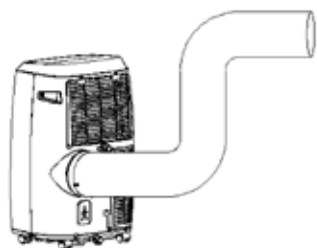

Fig. 6
- Som visas i bild 6, ska avloppsslansens anslutas ordentligt (endast för användning av uppvärmningsmodell).